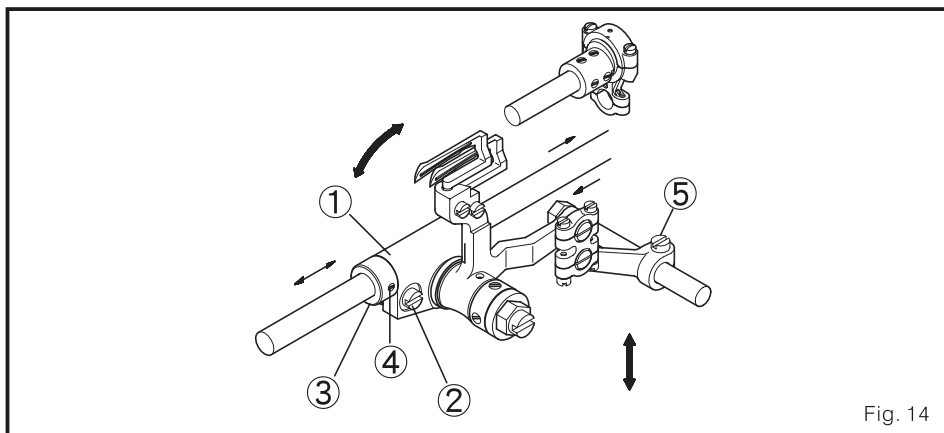

Fig. 14
1. Cuando la aguja este en el punto muerto inferior de la franja 0, la superficie plana izquierda del equipo bucleador 1 estará a 25 mm de la pared interior izquierda del cuero de la maquina. Cuando gire la polea para mover la aguja al punto muerto inferior de la tercera franja, la superficie plana izquierda del equipo bucleador 1 estará a 31.5 mm de la pared interior izquierda del cuero de la maquina. (Fig. 14)
5. Para ajustar: (Fig. 14)